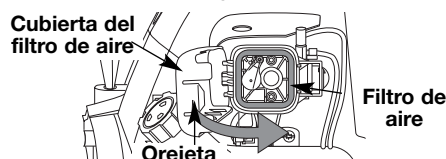

Fig. 30
7. Vuelva a instalar la cubierta del filtro de aire. Coloque los ganchos del lado izquierdo de la cubierta del filtro de aire en las ranuras del lado izquierdo de la placa posterior (Fig. 30).
8. Mueva la cubierta hacia la derecha hasta que la orejeta del filtro de aire calce en su lugar en la ranura de la placa posterior (Fig. 30).